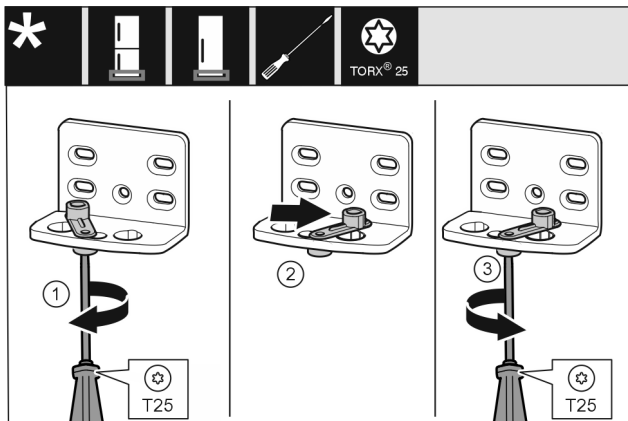

Fig. 13
- ▶ Afloje el tornillo Fig. 13 (1) con el destornillador.
- ▶ Levante el dispositivo de cierre de la puerta Fig. 13 (2) y gírelo 90° a la derecha hacia el orificio.
- ▶ Apriete el tornillo Fig. 13 (3) con el destornillador.